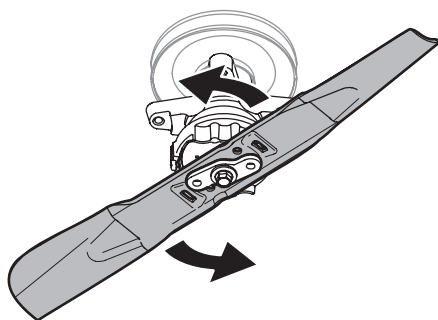

Figure 2
4. Tout en retenant la bague de verrouillage, tournez la lame vers la gauche pour la dégager de la bague. Voir Figure 2.